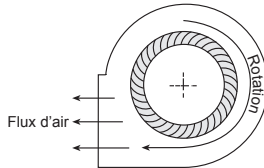

Figure 10
- c. Pour vérifier le sens de rotation de la turbine, mettre brièvement l'appareil sous tension et vérifier si la turbine tourne dans le même sens que l'écoulement d'air en sortie et conformément à l'autocollant de rotation apposé sur la soufflante, ou bien voir la Figure 10.